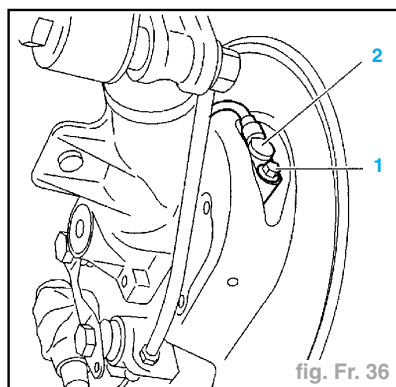

fig. Fr. 36
- Déposer (fig. Fr. 36) :
- la vis (1),
- le capteur (2).